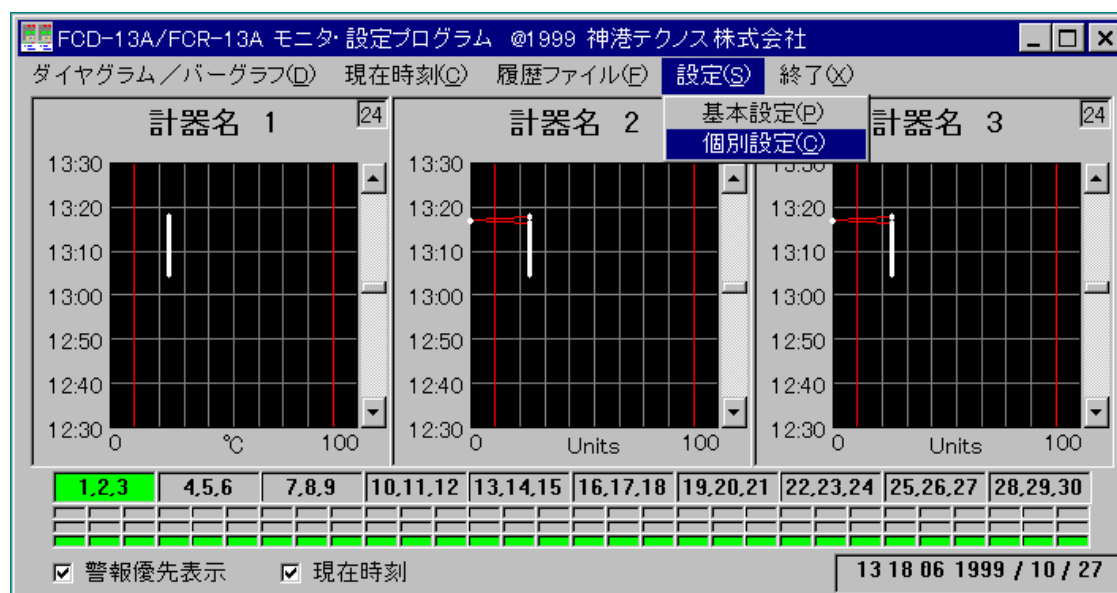

図3.1.2-1
(1) メニューバー - 設定(S) - 個別設定(C)をクリックしてください。(図3.1.2-1)
計器設定 主設定モード画面を表示します。(図3.1.2-2, 図3.1.2-3)